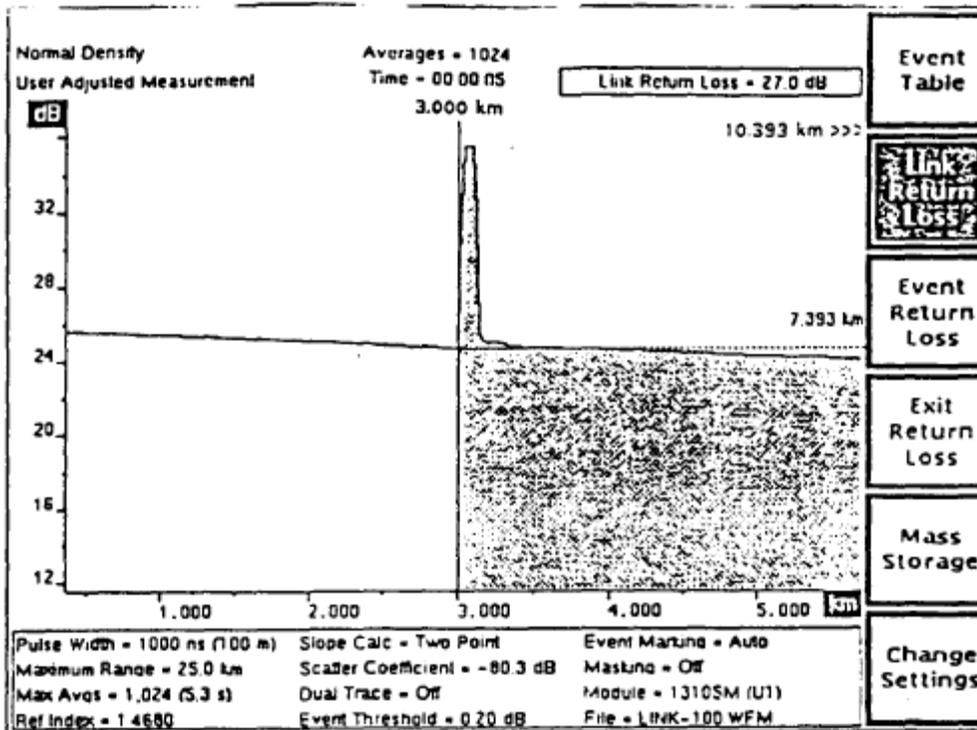

Fig. 3.18 CURSOR SELECT para activar el cursor de distancia izquierdo
5. Para hacer ajustes manuales a mediciones automáticas, presione CURSOR SELECT para activar el cursor de distancia izquierdo (fig. 3.18). Luego emplee las perillas verticales y slope LOSS para ajustar el cursor de pérdida de forma tal que se alinee con la sección de retrodispersión en frente del enlace de la fibra que se está midiendo.